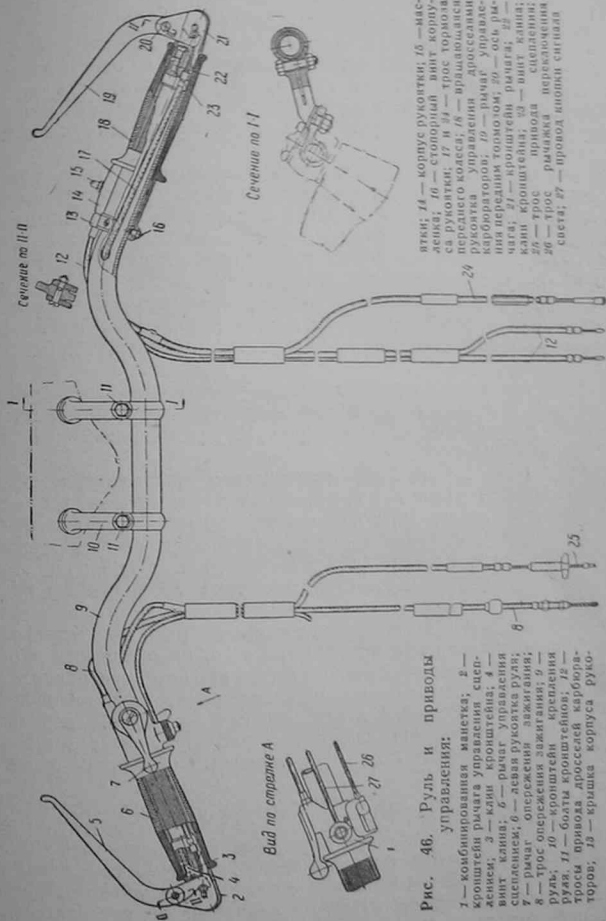

Рис. 46. Руль и приводы управления:
Руль служит для поворота передней вилки мотоцикла. Он изготовлен из стальной трубы и соединен с передней вилкой при помощи двух кронштейнов 10 (рис. 46), закрепленных в отверстиях траверсы передней вилки. Руль может быть жестко закреплен в кронштейнах при помощи болтов и гаек в любом положении, как удобно водителю.
Рукоятка в осевом направлении фиксируется корпусом 14 (рис. 46) с крышкой 13, которые укреплены на трубе руля стопорным винтом 16 с контргайкой. В корпусе имеется продольный паз, по нему может скользить ползун с закрепленными в нем концами тросов. Противоположные концы тросов присоединяются к дросселям карбюраторов. В корпусе установлена масленка 15, при помощи ее подводится смазка к трущимся сопряженным поверхностям ползуна, спирального паза трубки и паза в корпусе. Упором для оболочек троса с надетыми на них наконечниками служит крышка 13 корпуса.
**Рычаг 5 (рис. 46) управления сцеплением** крепится к левой части руля. Опорой рычага является кронштейн 2, вставленный в трубу руля и закрепленный в ней при помощи клина 3, который натягивается винтом 4. Осью вращения рычага является ввернутый в кронштейн болт. Кронштейн 2 имеет упор для оболочки троса сцепления и отверстие; через отверстие трос подводится к вилке рычага.